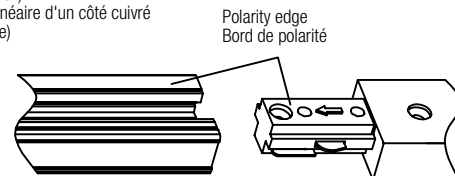

Fig. 11
3. Position open ends of tracks as shown in Fig. 11.
3. Positionnez les extrémités ouvertes des rails comme indiqué à la figure 11.